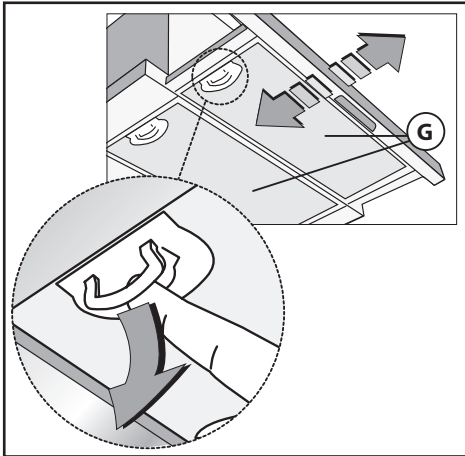
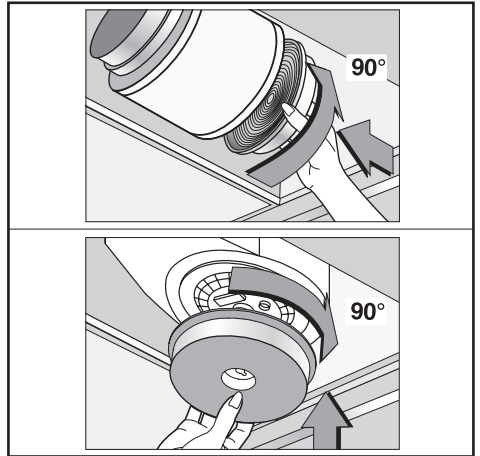

Fig.4
Fig.5
• La distance minimum entre la surface de support des récipients de cuisson sur le dispositif de cuisson et la partie la plus basse de la hotte pour cuisine doit être de **65 cm** au moins. S'il doit être utilisé un tuyau de connection composé de deux ou plusieurs parties, la partie supérieure doit être à l'extérieur de celle inférieure. Ne pas relier le tuyau d'échappement de la hotte à un conduit dans lequel circule de l'air chaud ou employé pour évacuer les fumées des appareils alimentés par une énergie différente de celle électrique. En vue d'une manœuvrabilité de l'appareil plus facile, avant d'exécuter les opérations de montage, déconnecter le filtre/les filtres anti-graisse (Fig.4).
Pour transformer une hotte d'une version à évacuation à une version recyclage, demander à votre vendeur les filtres au charbon actif. Les filtres doivent être appliqués au groupe positionné à l'intérieur de la hotte en les mettant au centre et en les faisant tourner à 90° degrés jusqu'au clic de l'arrêt (Fig.5). Pour effectuer cette opération en lever la filtres anti-graisse **G** (Fig.4). L'air est remis dans la pièce à travers un tube de connexion passant à travers le meuble et relié à l'anneau de raccord **B** (Fig.3B).